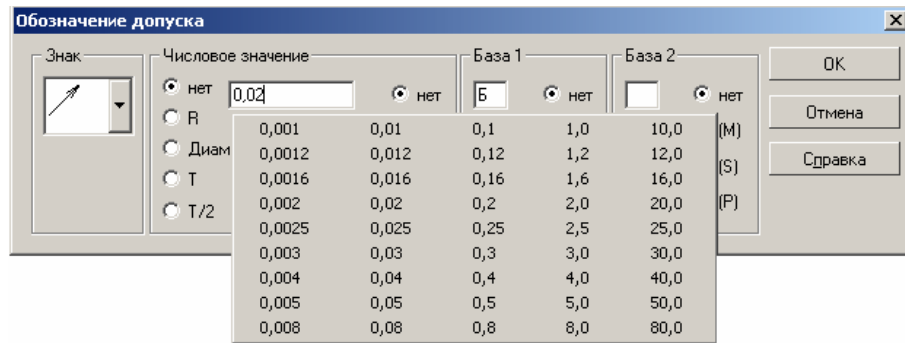

Рисунок 9.17 – Вибір числового значення допуску
3. Виберіть **Знак** допуску (биття), у полі **Числове значення** подвійне клацання виводить панель рекомендованих значень. Задайте позначення бази і натисніть **ОК** (рис. 9.17).